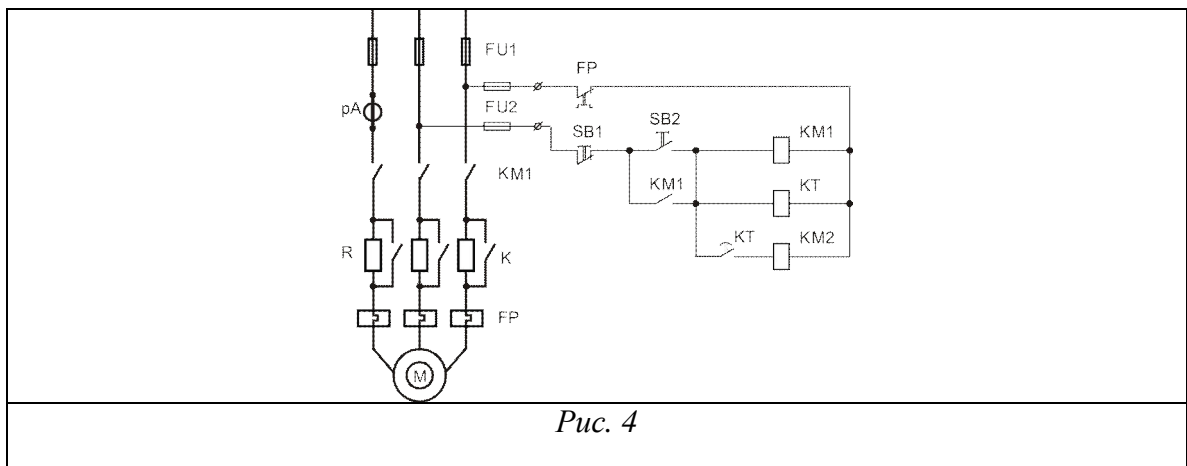

Рис. 4
4. Определить состав схемы (рис. 4), найти элементы схемы на щите. Собрать схему, проверить работу двигателя. Регулировкой реле времени добиться правильного пуска. Продемонстрировать работу